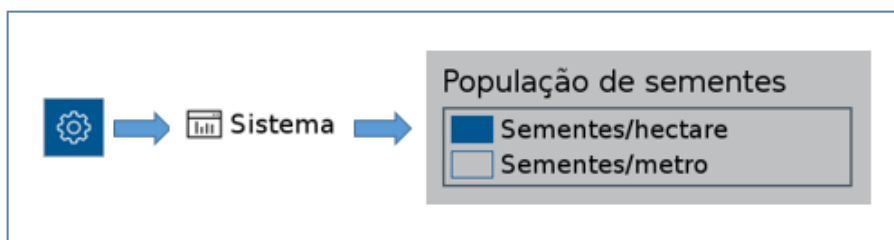

Figura 74 - Acesso para ajuste da unidade de medida da semeadora
B) Botão para definição da taxa fixa de semente por hectare ou de semente por metro, dependerá de como estiver ajustado nas configurações de sistema, Figura 74.